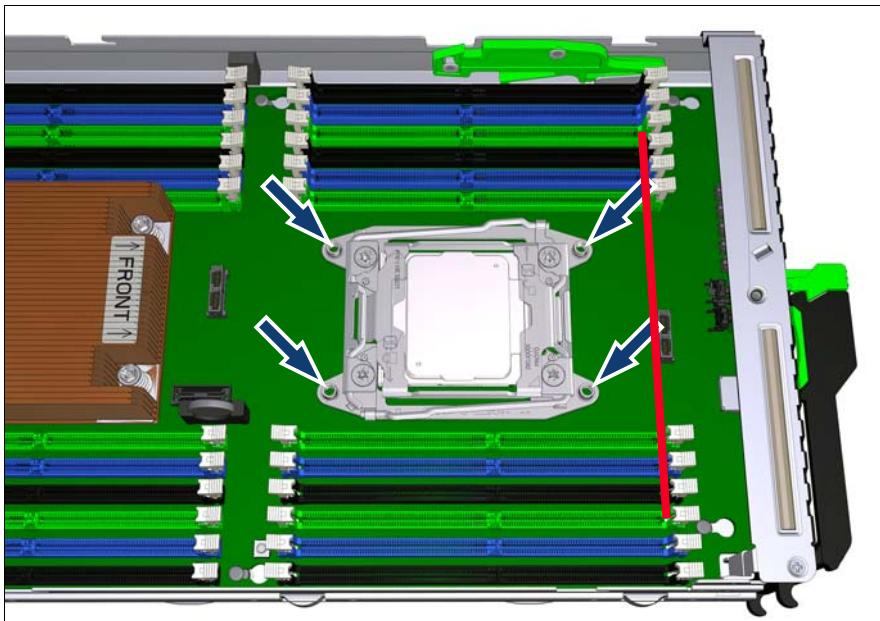

図 73: CPU 2 のヒートシンクの取り付け
- ▶ ヒートシンクをプロセッサソケットの 4 つのネジ穴に合わせます（187 ページ の図 73 を参照）。